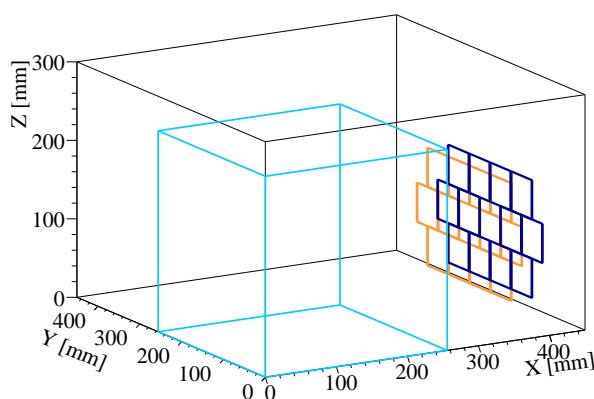

Figura 5: Esquema da xeometría: en azul, a TPC; en vermello, o silicio.
4. A continuación, vamos implementar a xeometría do silicio que vai medir esta partícula pesada. Na variable de tipo `ActSim::Geometry` está implementada a xeometría do detector, tal e como se ve na seguinte Figura 5.